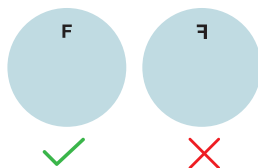

Abb.1 Ausrichtung des
17. Vergewissern Sie sich vor dem Einsetzen, dass das Implantat korrekt ausgerichtet ist: EndoArt® hat ein Zeichen "(F)" auf der peripheren Oberfläche, das korrekt erscheinen muss (Abb. 1). Andernfalls muss das Implantat gedreht werden.